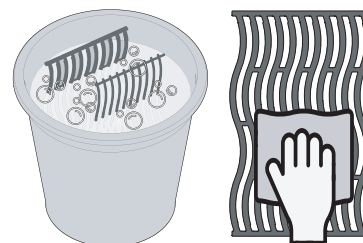

Fig. 3
- Lavare le griglie a mano con acqua e sapone per piatti delicato per rimuovere eventuali residui del processo di produzione. **NON** lavare in lavastoviglie. (Fig. 3)